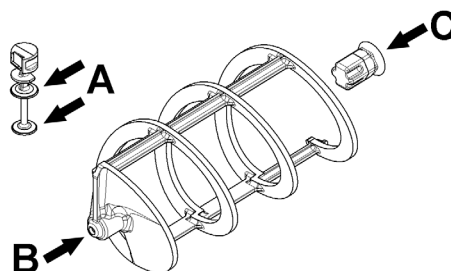

figure 9
- 2 Lubrifier le piston du robinet, le joint hexagonal et le mélangeur aux points indiqués dans la (voir figure 9). Utiliser uniquement la graisse fournie avec la machine ou une autre graisse prévue pour un usage alimentaire.